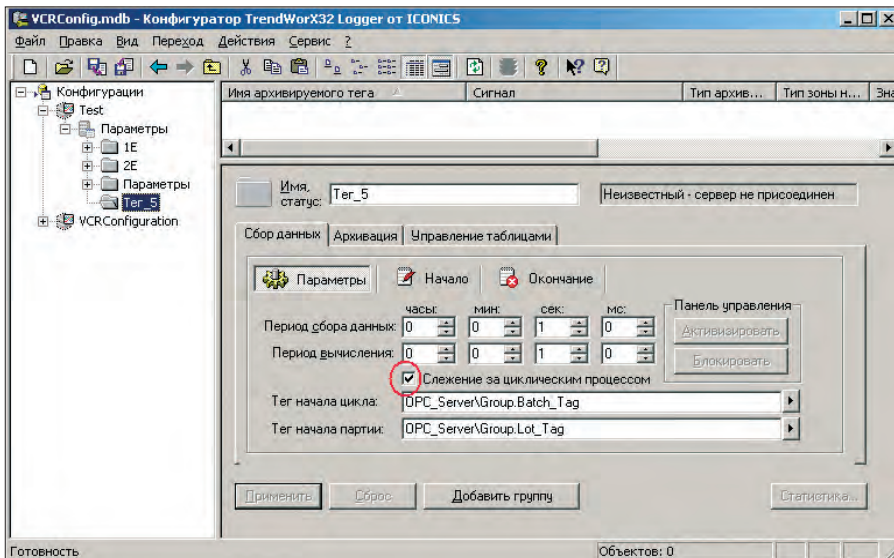

Рис. 31. Слежение за циклическим процессом
1. Настраивая параметры группы тегов в конфигураторе сервера архивирования, необходимо открыть закладку **Параметры** и установить флажок **Слежение за циклическим процессом**, как показано на рис. 31.